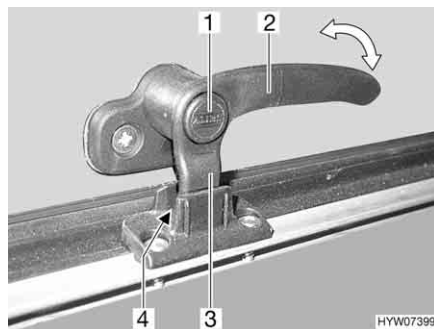
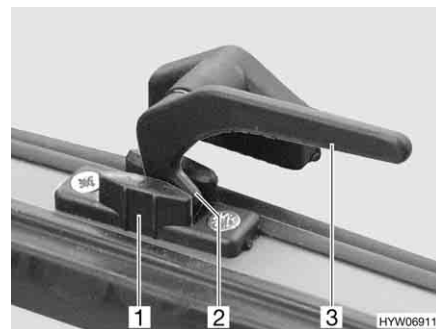

Fig. 57 Levier de verrouillage avec bouton de sécurité en position "Aération permanente"
Fig. 58 Levier de verrouillage en position "Aération permanente"
- En position "Aération permanente" (Fig. 57 et Fig. 58)
- S'il existe, appuyer sur le bouton de sécurité (Fig. 57,1) et le maintenir enfoncé.
- Tourner le levier de verrouillage (Fig. 57,2 ou Fig. 58,3) d'un quart de tour vers le centre de la fenêtre.
- Remettre le levier de verrouillage en position initiale. Le tenon de verrouillage (Fig. 57,3 ou Fig. 58,2) du levier de verrouillage doit pénétrer alors dans le logement prévu à cet effet dans le verrouillage de fenêtre (Fig. 57,4 ou Fig. 58,1).
- Relâcher le bouton de sécurité (Fig. 57,1) s'il y en a un.